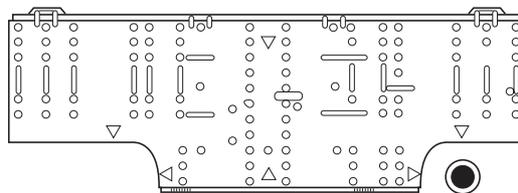

Fig. 3-19
- (1) Fixez le panneau arrière au mur à l'aide des 10 vis fournies. (Fig. 3-19)